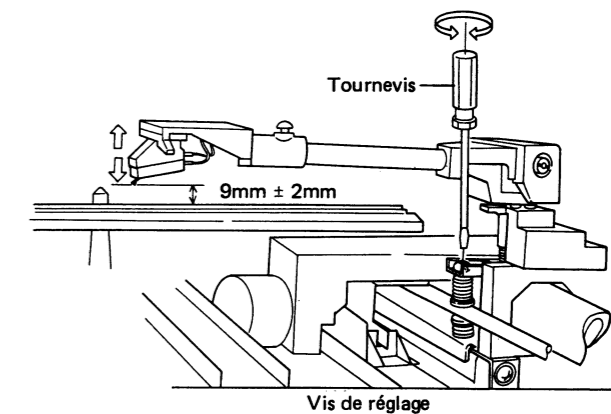

Fig. 11-2 Réglage de la levée du bras
- * Lors de la montée du bras, vérifier que l'extrémité de la pointe de lecture se trouve à $9 \pm 2mm$ au-dessus de la surface du disque et que l'extrémité de la pointe du lève-bras se trouve dans la gorge en "V" (Fig. 11-2).